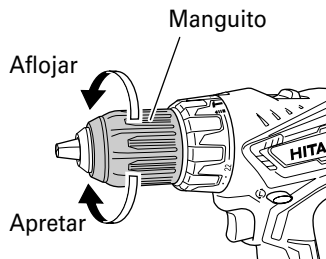

Fig. 9
- (1) Luego de colocar la punta del destornillador en el mandril sin llave, ajuste con firmeza el manguito girándolo hacia la derecha (visto desde el frente) (Consulte la Fig. 9) .